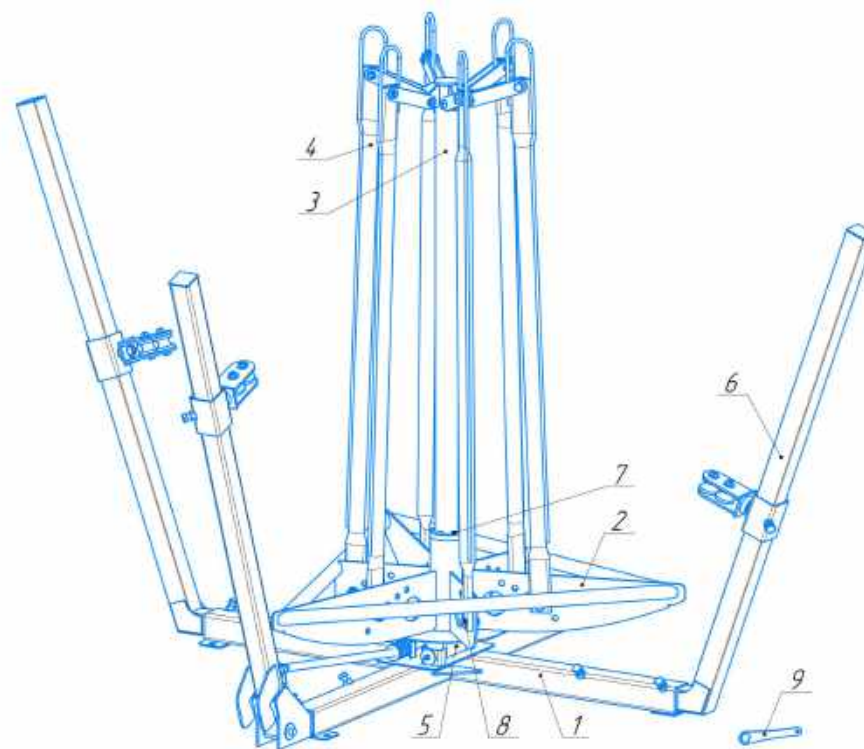

Рис.3
2. Бухту разматывать, начиная с внутренних винтов, внимая их через верх бухты. (рис. 3)